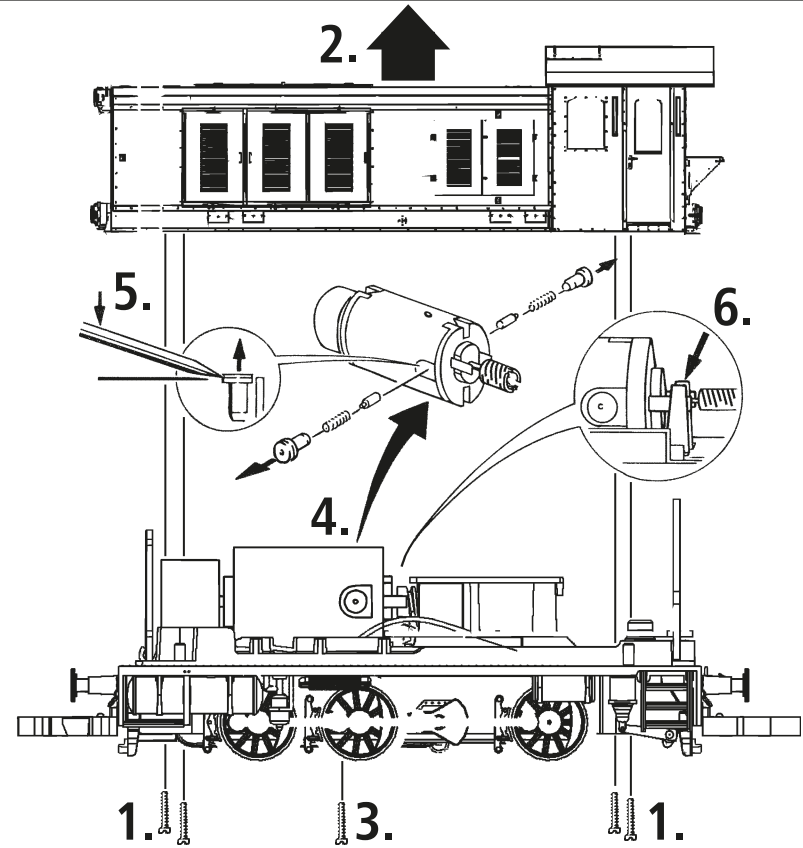

Fig. 8
Ausführung für Wechselstrom: siehe Fig. 8
A.C. operation: see Fig. 8
voir Fig. 8